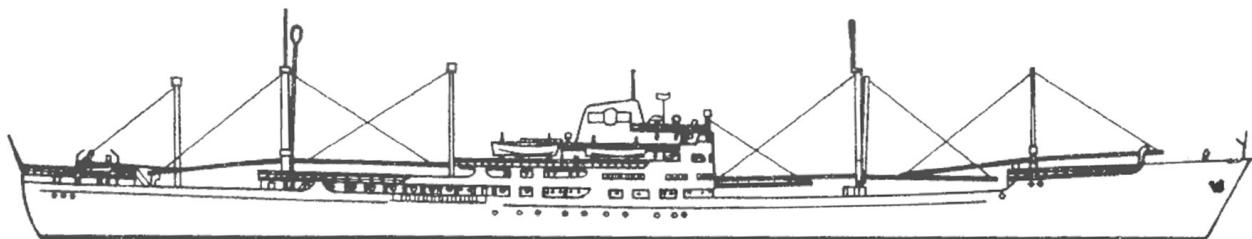

Рис. 6.18. Судно «Марцели Новотко»
**«Марцели Новотко».** Сухогрузное судно, построенное в 1956 г. на Гданьской судоверфи. Длина его составляет 153,9 м; ширина — 19,4 м; осадка — 8,34 м. Судно одновинтовое, двухпалубное, дизельное с одним 8-цилиндровым двигателем; имеет 12 пассажирских мест; экипаж — 56 чел. (рис. 6.18).